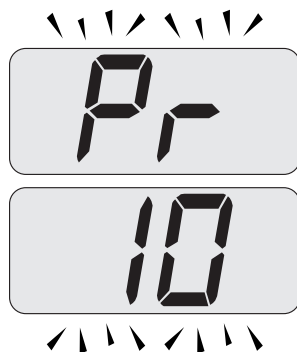

Figura 5.46
- Desplace los parámetros mediante los botones 16 o 17 hasta que aparezcan en la pantalla LCD las letras **Pr** alternadas con el código **10**, que indican la entrada en el "parámetro 10" (Figura 5.46).
- Pulsando simultáneamente los botones 16 (Figura 5.44) se sale sin modificar el valor (se vuelve a la lista de parámetros Figura 5.46).